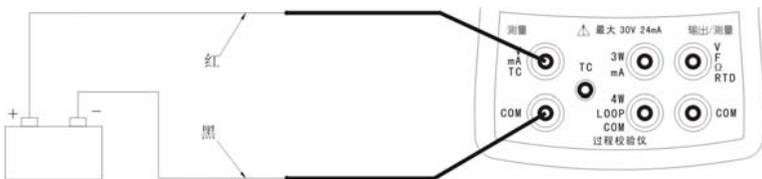

图 6 测量端测量电压
- (1) 按  直至屏幕上方显示直流电压“V”或“mV”测量。
- (2) 按照图 6 方式连接校验仪。
- (3) 屏幕上方将显示正确的测量值。